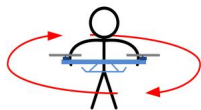

Рис. 1
3. (Рис. 1) Держите мультиротор горизонтально и вращайте его вокруг линии силы тяжести (примерно на 360°) до тех пор, пока Светодиод загорается постоянно зеленым цветом, после чего следует переход к следующему шагу.